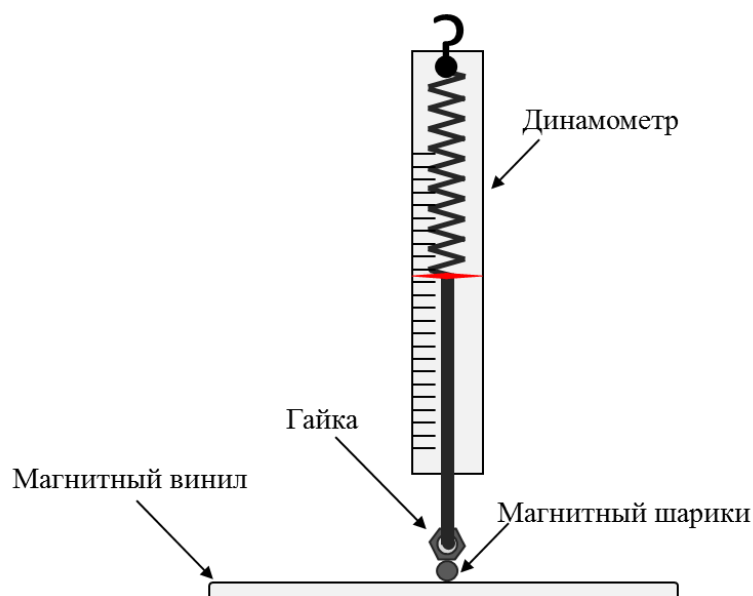

Рис. 2. Прямое измерение силы взаимодействия магнита и магнитного винила
1. Измерьте силу на отрыв магнитного шарика от поверхности магнитного винила. (см. Рис.2).